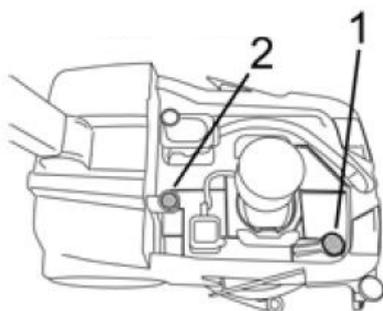

Abb. 18: Filter der Maschine
- Filter herausnehmen und mit Wasser abwaschen (1, Abb. 18)
- Ansaugfilter herausnehmen und mit Wasser abwaschen (2, Abb. 18)